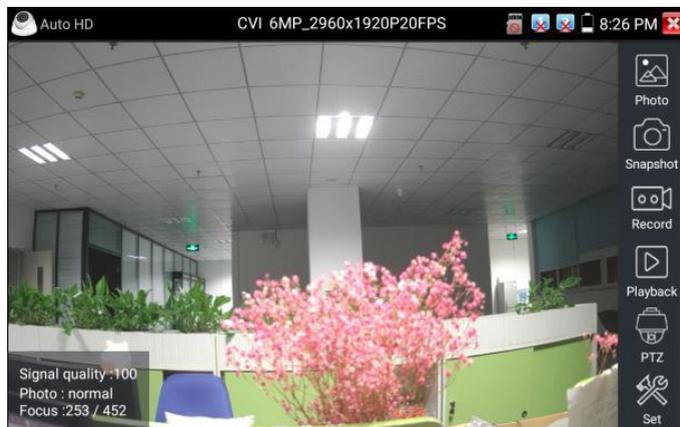

Рис. 6 Раздел с приложениями для просмотра изображения с AHD/TVI/CVI или CVBS видеокamеры, пример работы приложения AutoHD
- 3) Зайдите в раздел CVBS & HD Camera (если включен LITE режим просмотра меню тестера рис.6, если выключен – найти иконки соответствующих приложений самостоятельно). Выбрать необходимое приложение для просмотра изображения с видеокамеры (CVI, AHD, TVI, CVBS) или приложение AutoHD (мультиформатный вариант приложения)